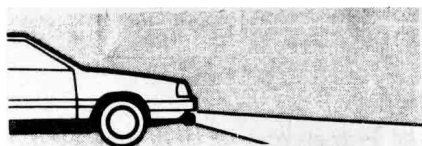
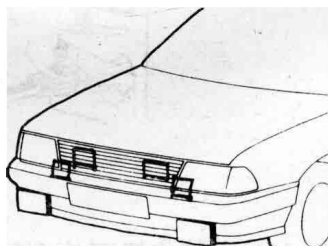

图 1-13
图 1-14
12. 如图 1-13 为上述安装于保险杠下方的光线照明位置。如认为光线过低可改采用图 1-14 的方法。
13. 安装位置可放在保险杠上方或在水箱通风板上钻孔安装，如图 1-14~图 1-18 所示。